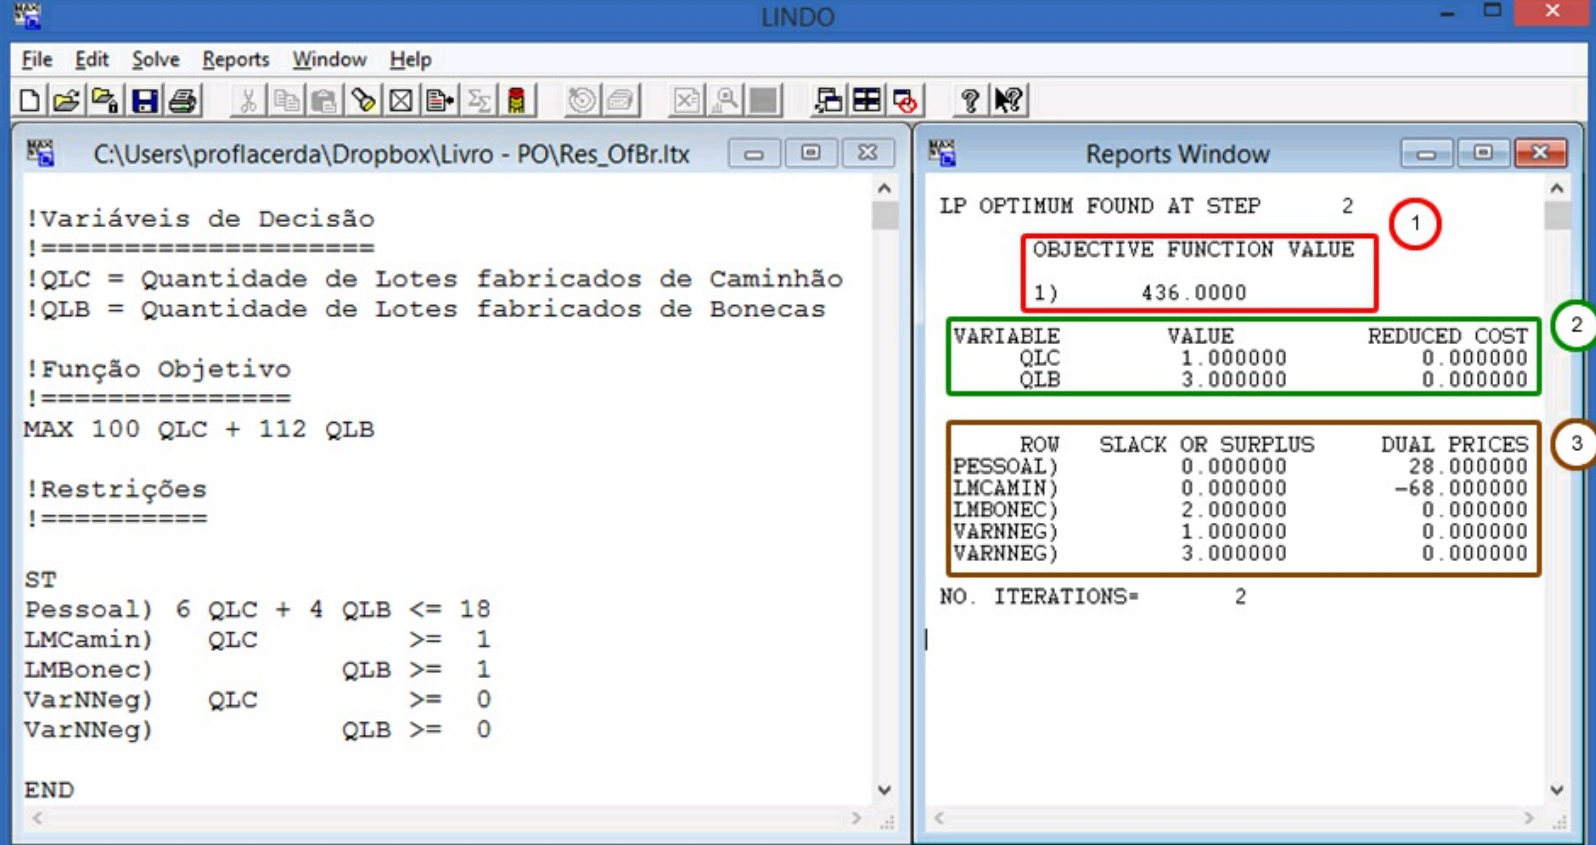

Figura 20 A – Relatório de resolução do modelo.
A Figura 20 apresenta o relatório com a solução do modelo. Para facilitar o entendimento mantivemos o modelo construído e o relatório lado a lado. Lembre-se que você já sabe como fazer isso.
Conforme você pode observar na Figura 20, separamos nossa explicação em três blocos principais: 1) resultado da função objetivo; 2) valores assumidos pelas Variáveis de Decisão; e; 3) resultados das Restrições. Como podemos observar no primeiro bloco (item 1 da Figura 20) identificamos o resultado do modelo, ou seja, o valor ótimo. Dessa forma, o maior lucro possível é de R\$ 436,00.